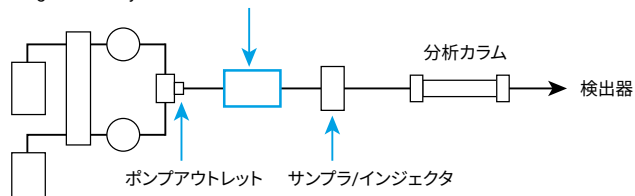

図 3. HPLC 流路と Agilent InfinityLab クイックチェンジ溶媒ピュリファイアの位置の概略図
- 溶媒ピュリファイアは、ポンプアウトレット（グラジエント混合ポイントの後方）とサンプルインジェクタの間に配置することを強く推奨します（図 3 参照）。